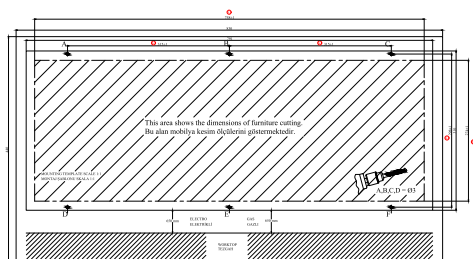

Figura 1
- Efectuați orificiile indicate pe șablonul de instalare cu A, B, C, D, E, F cu ajutorul unui bit de găurire cu diametrul de 4 mm. (Figura 1)